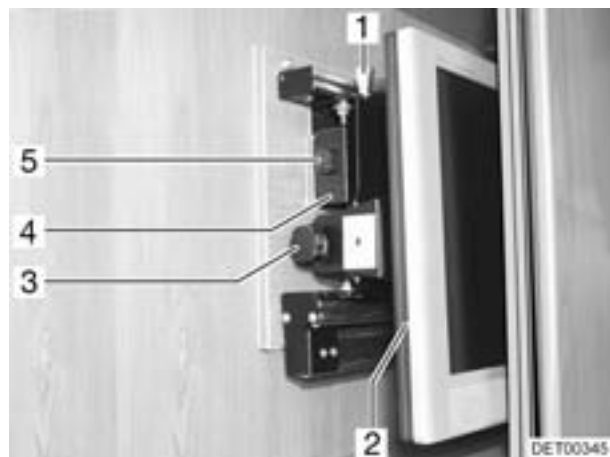

Bild 67 TV-Schrank (Variante 2)
- Den Entriegelungsknopf (Bild 67,5) drücken und den Auszug am Griffstück (Bild 67,4) bis zum Anschlag nach vorn ziehen.
- Den Entriegelungsknopf (Bild 67,1) ziehen und das Fernsehgerät (Bild 67,2) in die gewünschte Position schwenken.
- Die Rändelschraube (Bild 67,3) lösen.